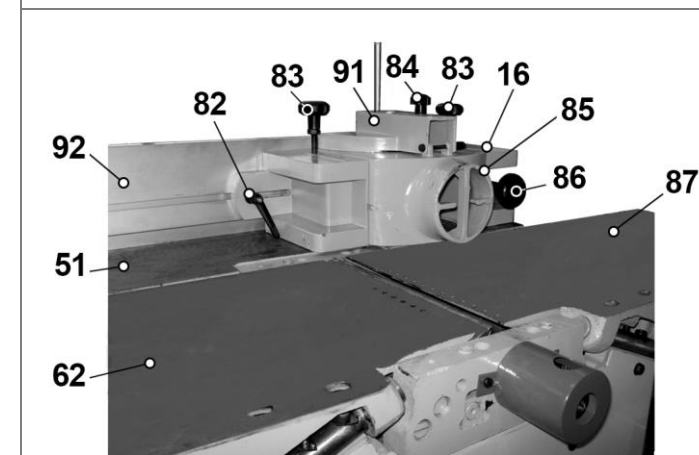

Рис. 20
9.4.17. Во время работ периодически (при выключенном станке) убирайте стружку с поверхности станка и внутри узла направляющих планок, для чего выкрутите винт (84), переведите крышку блока (91) в вертикальное положение; стружку убирайте крючком и щёткой, Рис.20; 21.